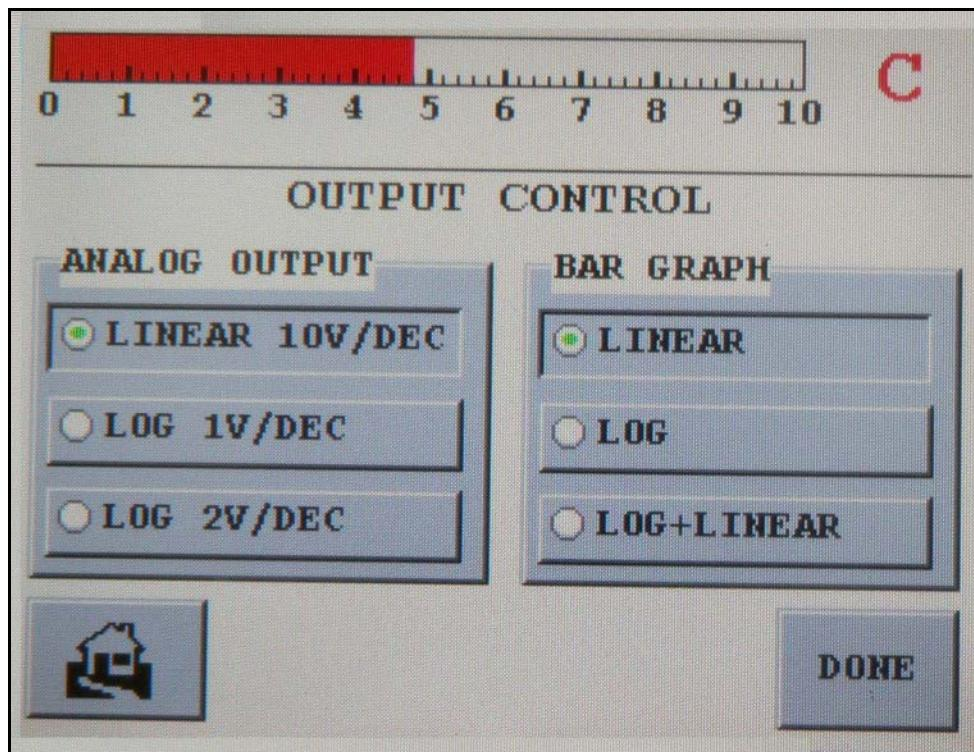

图 2-19 输出控制屏幕
□ 轻触 **Output Control**, 出现“输出控制”屏幕 (图 2-19)。